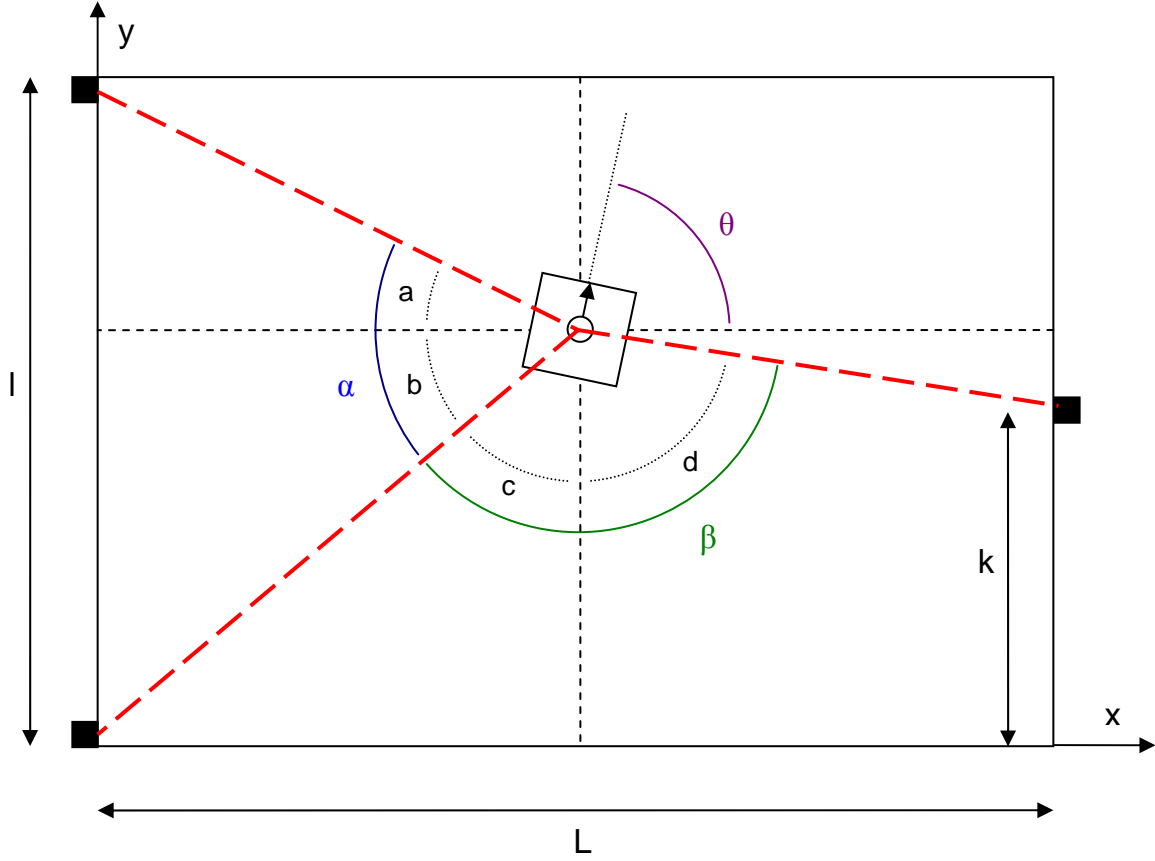

FIGURE 84 – Paramétrisation du système à 3 balises émettrices
**Calcul de la position** La figure 84 montre une paramétrisation possible du problème, qui sera utilisée pour les calculs.